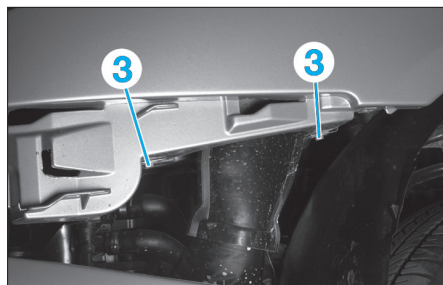

Fig. 25
- Déposer les 2 vis de fixation inférieure (3) (Fig.25).